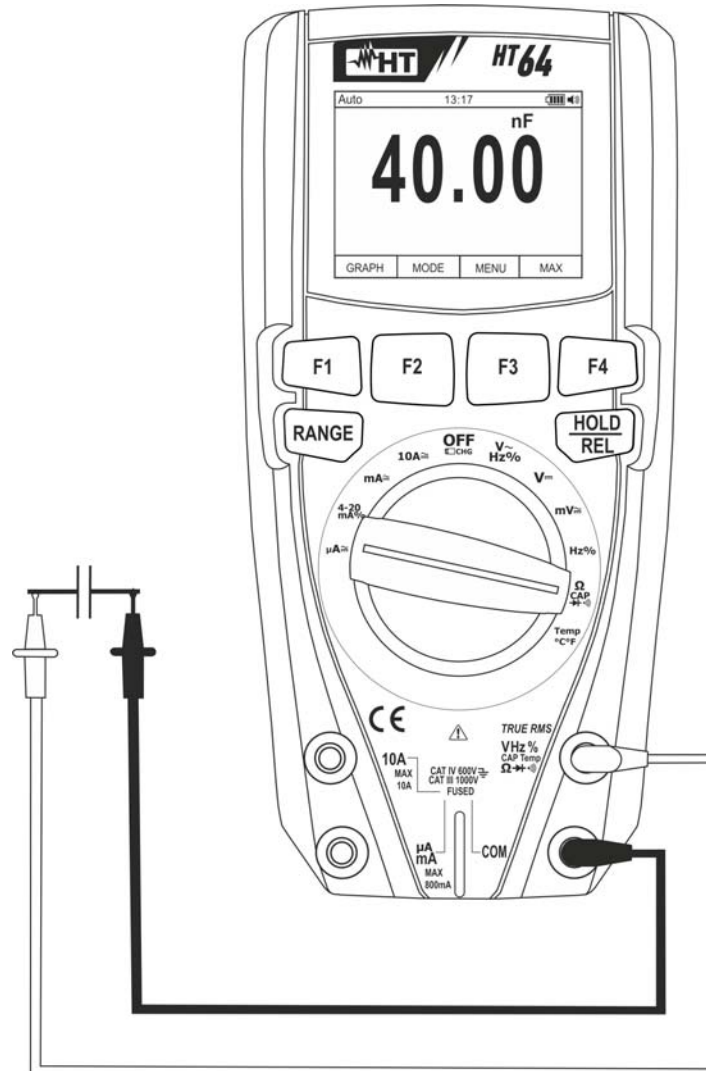

Fig. 27: Mesure de Capacité
5. Positionner les embouts aux extrémités du condensateur sous test en respectant, éventuellement, les polarités positives (câble rouge) et négatives (câble noir) (voir Fig. 27). La valeur de capacité sera affichée à l'écran. Le diagramme à barres analogique n'est pas actif dans cette fonction